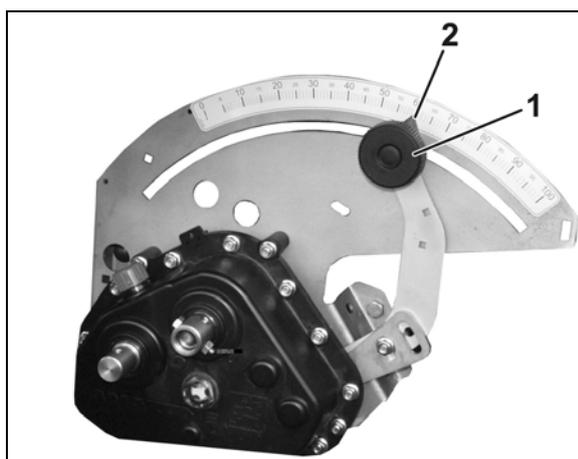

Fig. 91
5. Desserrez le bouton de blocage (Fig. 91/1) du levier du réglage du boîtier.
6. Positionnez l'aiguille du levier de réglage du boîtier (Fig. 91/2) sur l'une des positions ci-après :
7. Serrez le bouton de blocage (Fig. 91/1).